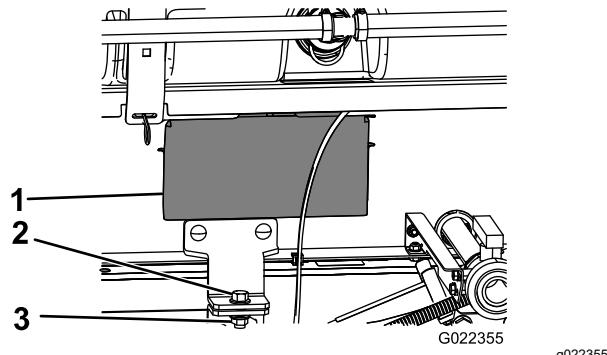

Figura 34
5. Retire os painéis de acesso em ambos os lados da estrutura do patim (Figura 34).
8. Prenda o suporte de fixação do conjunto do patim do depósito à estrutura da plataforma na estrutura de cada lado da máquina com um parafuso (1/2 pol. x 1 1/2 pol.) e uma porca de bloqueio (1/2 pol.) como se mostra na Figura 34.